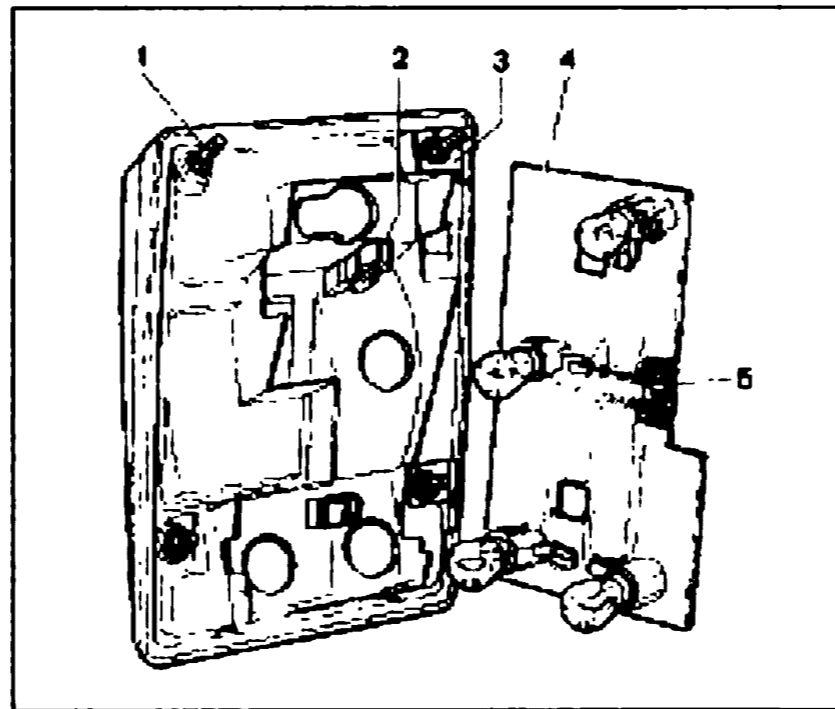

Рис.43. Задний фонарь
- с внутренней стороны багажного отделения отверните крепежные элементы с винтов 1 (рис.43);